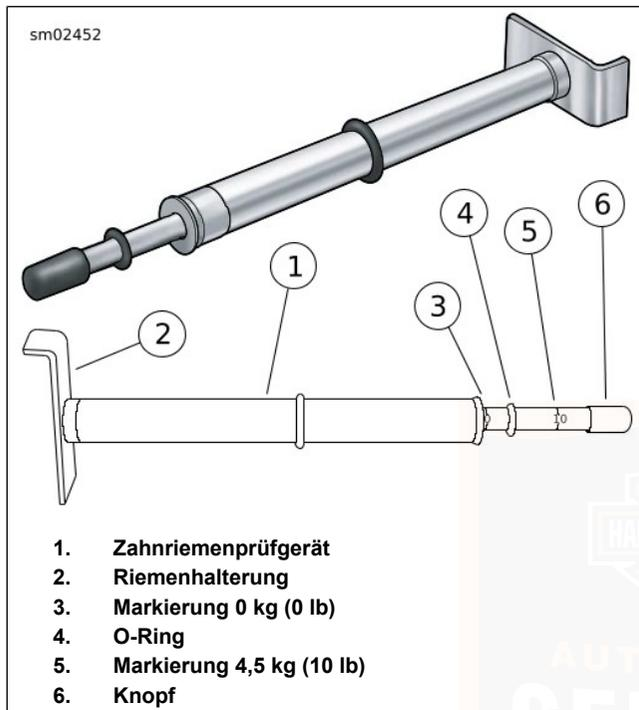

Abbildung 107. Zahnriemenprüfgerät
3. Siehe Abbildung 107. Messung der Riemendurchbiegung mit: